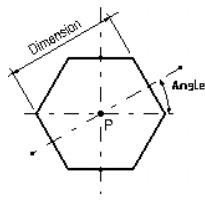

图 2-62
- 输入点 P1, 然后输入正六边形对边的距离 (Dimension) 和角度 (Angle), 即可确定正六边形, 如图 2-62 所示。